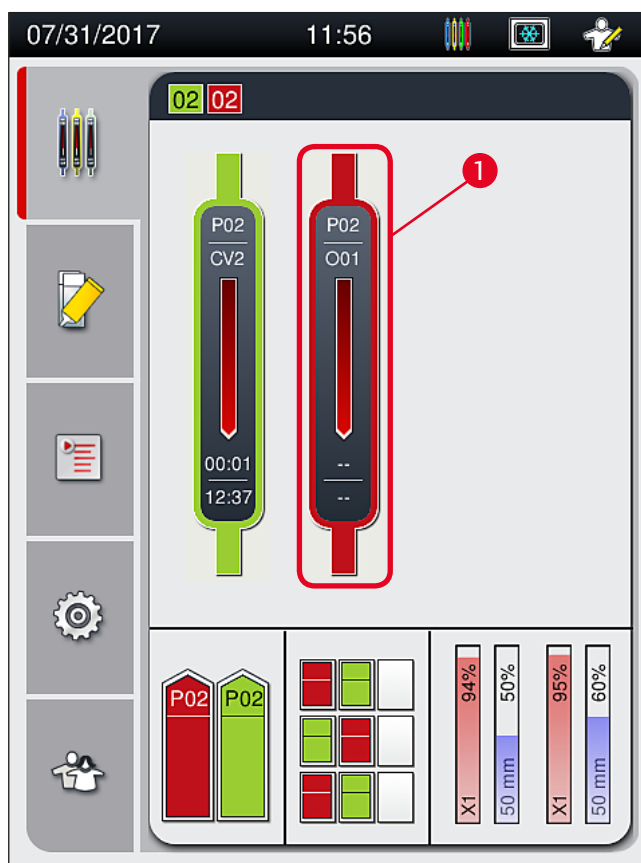

Fig. 78
- ① L'annulation d'une opération de recouvrement ne peut se faire que dans l'affichage d'état du processus (→ Fig. 78).
Après l'activation du bouton **Abandon. rack** (→ Fig. 79-1), un message d'information s'affiche (→ Fig. 80). Confirmez l'annulation avec le bouton **Oui** (→ Fig. 80-1) ou appuyez sur **Non** (→ Fig. 80-2) pour revenir à l'affichage d'état du processus (→ Fig. 78).